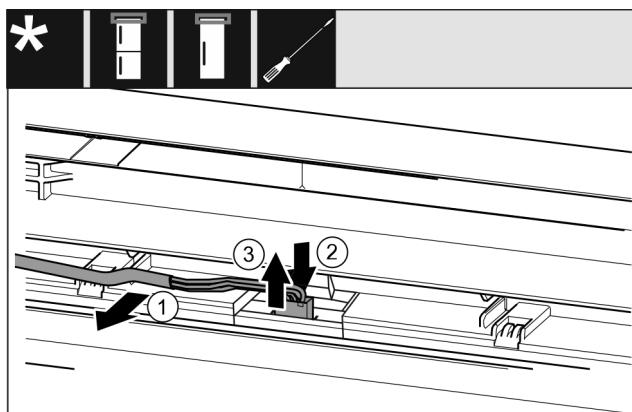

Fig. 22 Kühl-/Gefrierkombinationen / Gefriergeräte / Kühlgeräte\*
- Kabel Fig. 22 (1) vorsichtig aus der Führung in der Tür lösen.\*
- Lasche Fig. 22 (2) hinter dem Stecker nach hinten drücken.\*
- Stecker Fig. 22 (3) vorsichtig nach oben herausziehen.